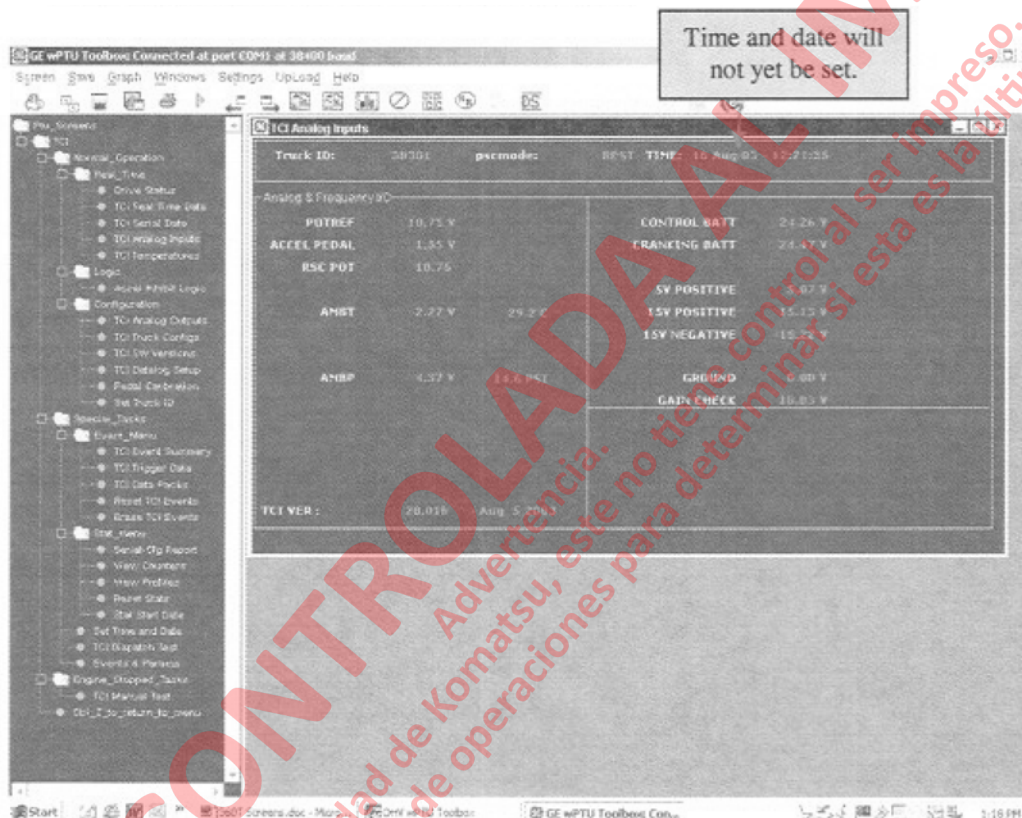

FIGURA 3-9. PANTALLA DE ENTRADAS ANÁLOGAS DE TCI
- Verifique que los valores análogos sean similares al ejemplo de la Figura 3-9.